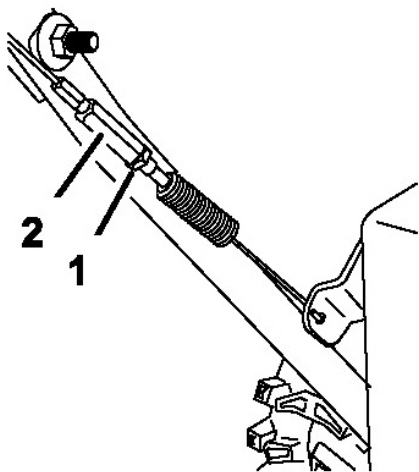

Рисунок 43.
3. Затяните контргайку (Рис. 43)